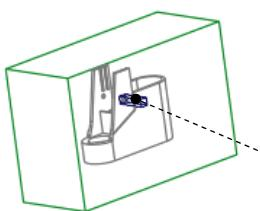
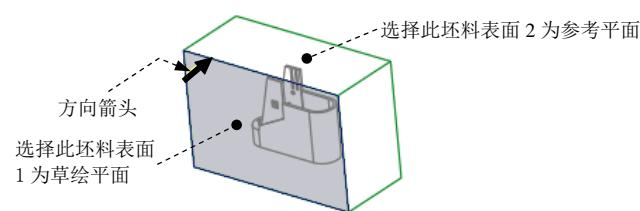

图 19.6 创建拉伸曲面
图 19.7 定义草绘平面
Step3. 通过拉伸的方法创建图 19.6 所示的曲面。
(1) 单击 **编辑模具体积块** 操控板 **形状** ▶ 区域中的 **拉伸** 按钮，此时系统弹出“拉伸”操控板。
(2) 选择 **视图** 功能选项卡 **模型显示** ▶ 区域中的“显示样式”按钮 , 按下 **消隐** 按钮，将模型的显示状态切换到实线线框显示方式。
(3) 定义草绘截面放置属性。右击，从弹出的菜单中选择 **定义内部草绘...** 命令；在系统 **选择一个平面或曲面以定义草绘平面** 的提示下，选取图 19.7 所示的坯料表面 1 为草绘平面，接受图 19.7 中默认的箭头方向为草绘视图方向，然后选取图 19.7 所示的坯料表面 2 为参考平面，方向为 **上**，单击 **草绘** 按钮，此时进入草绘环境。